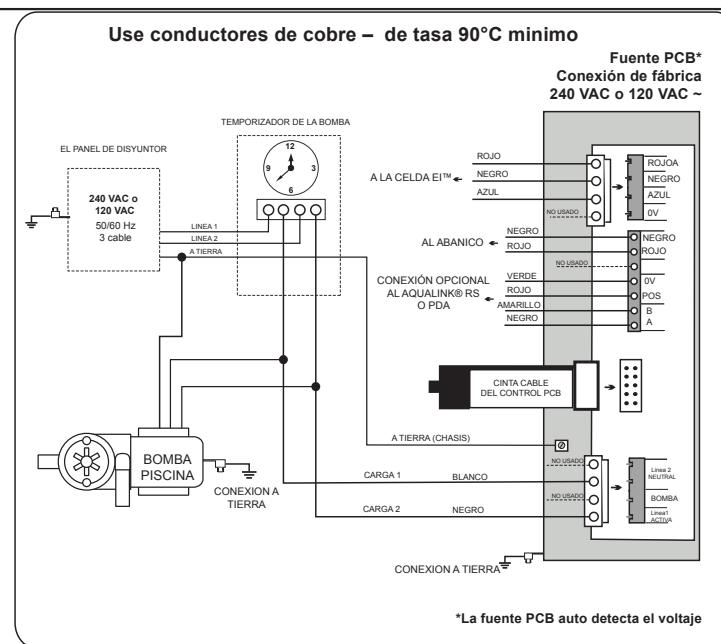

Figura 18. Diagrama de alambrado de 240 VAC o 120 VAC
1. Conecte la fuente de energía a la energía eléctrica de la bomba de la piscina utilizando un cable 3,0 mm2 (AWG # 12) con aislamiento de conducto. Conecte la fuente de energía al lado de carga de la bomba o la parte de carga del temporizador de relé de bomba de la piscina para que el clorador sólo pueda encenderse cuando la bomba de la piscina se encienda (ver Figura 18).